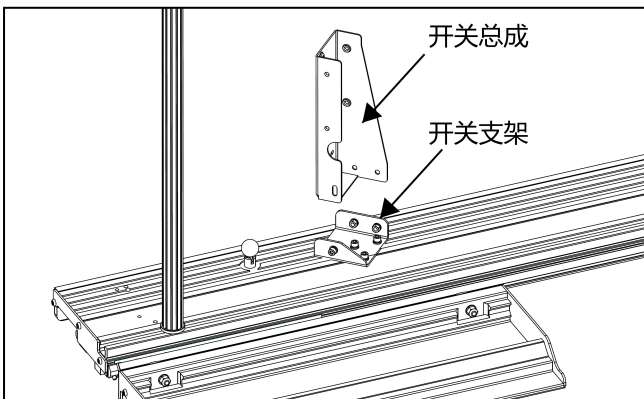

图 19
- 使用配套五金包中的 3 颗 M6-1.0 x16 螺钉、3 颗 M6 垫圈和 3 颗 M6 锁紧垫圈，将开关支架安装在滑台底部，如图 19 所示。
- 使用 3 颗 M6-1.0 x16 螺钉、6 个 M6 垫圈、3 个 M6 锁紧垫圈和 3 个 M6 螺母将开关总成安装在开关支架上，如图 19 所示。